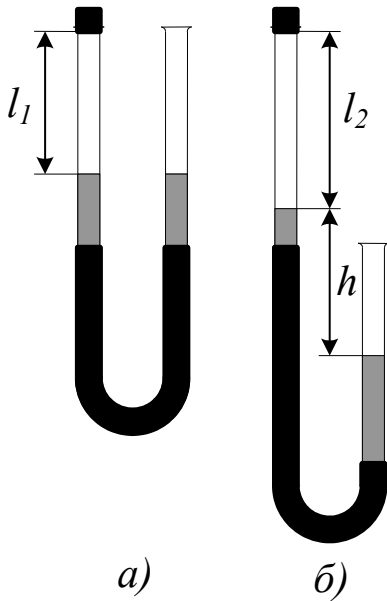

Рис. 1
В даній роботі ізотермічний процес здійснюється з повітрям, що міститься в скляній трубці між поверхнею води і гумовим корком (див. рис. 1). Скляні трубки, з'єднані гумовою, заповнюються водою і закріплюються на штативах так, як показано на рис. 1а. Трубка зліва закривається корком; вимірюється довжина стовпа повітря l_1 . Тиск цього повітря дорівнює атмосферному $p_1 = p_a$. Потім штатив з правою трубкою опускається якомога нижче, і вимірюється довжина повітряного стовпа в лівій трубці l_2 (див. рис. 1б). Розширення повітря можна вважати ізотермічним; тиск повітря в трубці
1. Вийміть корок з лівої трубки і, переміщуючи трубки в штативах, встановіть їх так, як показано на рис. 1 а. Довжина повітряного стовпа l_1 повинна бути рівна $40 \div 50$ см. Закрийте ліву трубку корком і виміряйте довжину l_1 .
3. За формулою (3) розрахуйте атмосферний тиск. Густина води $\rho = 1000 \frac{\text{кг}}{\text{м}^3}$, прискорення вільного падіння $g = 9,8 \frac{\text{м}}{\text{с}^2}$. Порівняйте одержане значення p_a з показами барометра p_b . Зробіть висновок.